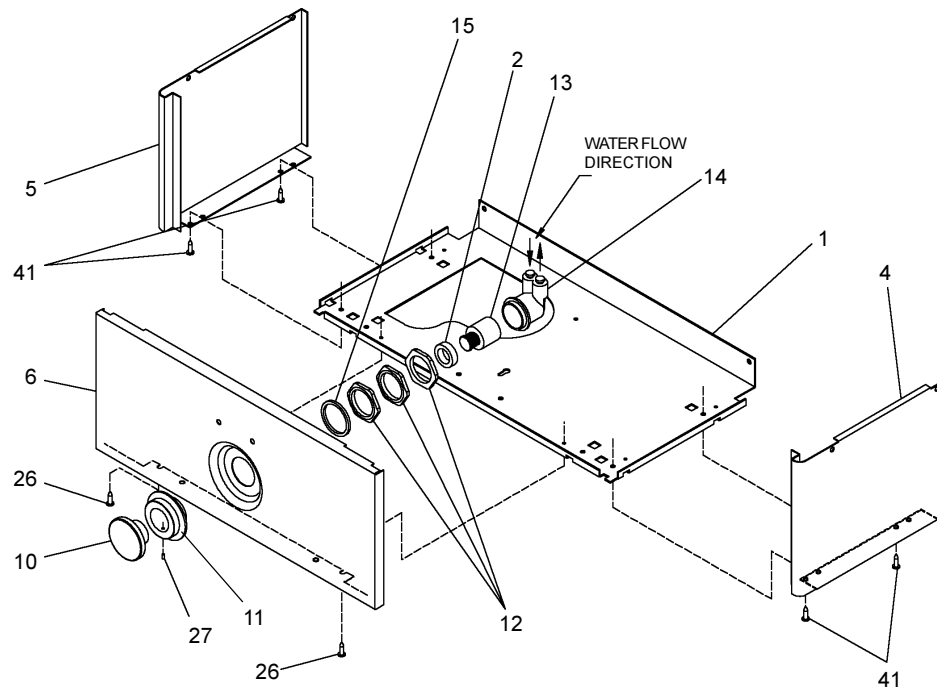

FIG2
- 8) Stream height is factory set at 45-50 PSI. If supply pressure varies greatly from this, adjust screw, accessible by removing Item 10, Fig. 2. CW adjustment will raise stream and CCW adjustment will lower stream. For best adjustment, stream should hit basin approximately 6-1/2" (165mm) from bubbler.
- 8) La pression du jet est réglée en usine 3,1 et 3,4 bars. Si la pression d'alimentation varie fortement de cette valeur, régler la vis, accessible en déposant l'article 10, fig. 2. Un réglage dans le sens des aiguilles d'une montre relève le jet, et un réglage dans le sens contraire l'abaisse. Pour un réglage optimum, le jet doit frapper le bassin à environ 165 mm du barboteur.